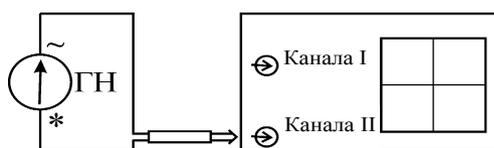

Рис. 5
10. Подключите генератор синусоидального напряжения к осциллографу (рис. 5).